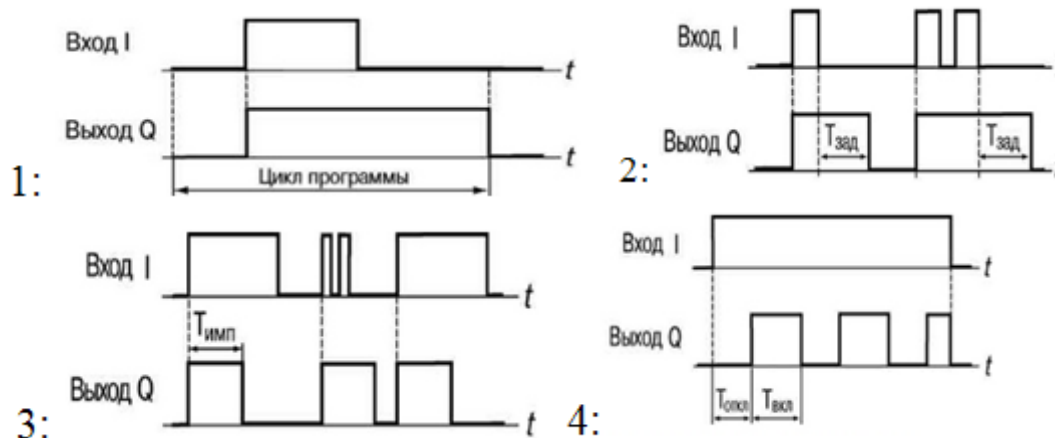

**Рисунок 1 – Транспортер корнеклубнеплодов**
*Питатель-транспортёр корне клубнеплодов ТК-5Б (рис. 1) предназначен для приема, хранения и дозированной подачи корне клубнеплодов из бункеров-хранилищ в измельчители ИКС-5М, ИКМ-5. В комплектацию ТК-5Б входят два горизонтальных шнека-питателя 1 с приводной станцией, и скребковый транспортер 2. Каждый шнек-питатель устанавливают в нижней части завального бункера. В один бункер загружают картофель, в другой — свеклу. Шнеки-питатели включаются в работу только поочередно. Это достигается тем, что муфта привода передачи вращения для одного шнека включается при левом вращении, для другого - при правом. При пуске первым включают скребковый транспортер, а затем один из шнеков-питателей. Останавливают механизм в обратной последовательности.*